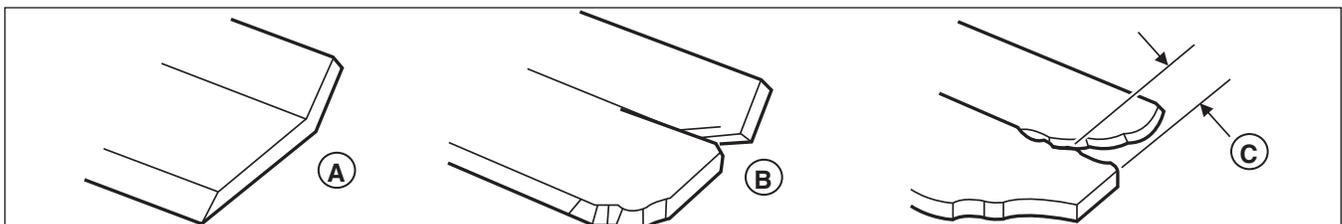

Figura 20. Inspección de los elevadores por aire de las cuchillas del cortacésped
- Los elevadores por aire están excesivamente erosionados (B y C, Figura 20) y la ranura (C) está a 0.25" (6.35 mm) de profundidad o más.